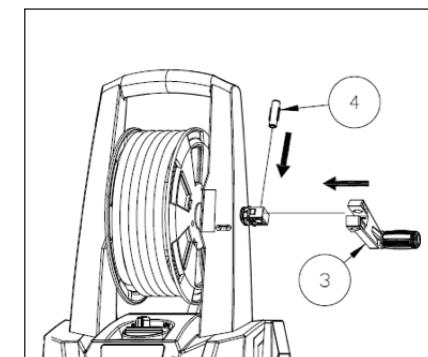

Ilustración 7 - Ensamble la manija en la unidad (solo para PW190200)
5. Ensamble la manija (3) a la unidad al insertar la clavija (4) a la biela (ver la ilustración 7).